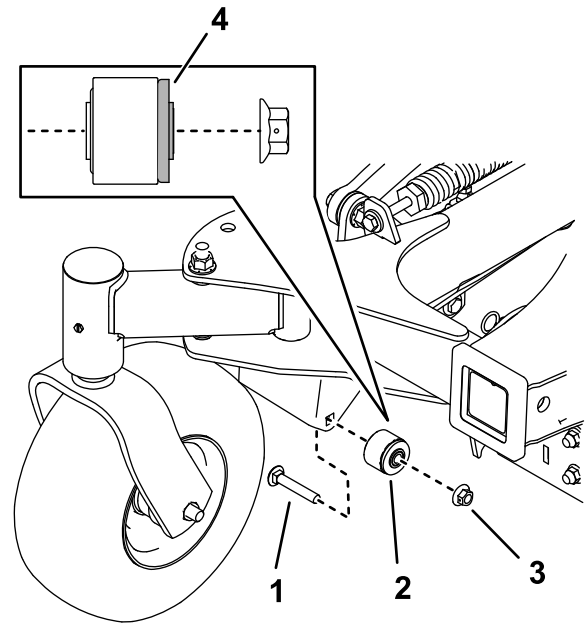

Figura 9
9. Utilice un perno de cuello cuadrado ($3/8$ " x $2 1/4$ " y una tuerca ($3/8$ " para instalar los conjuntos de casquillos en la máquina (Figura 9). Apriete el perno a 37–45 N·m (27–33 pies-libra).
Nota: La brida de goma del casquillo debe estar orientada hacia el interior de la máquina, como se muestra en la Figura 9.